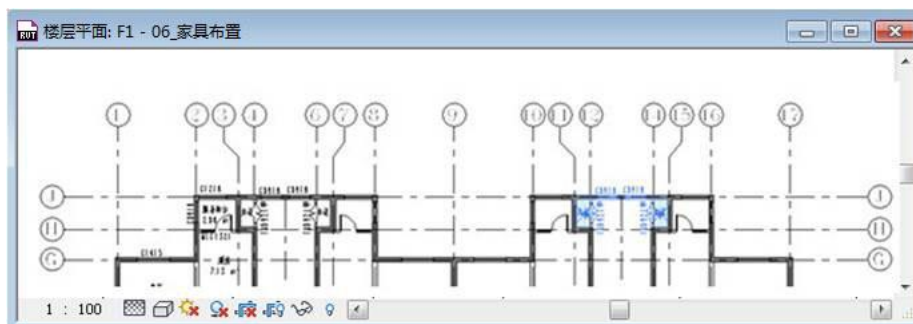

图 3-13
- 13) 选择刚刚创建的新墙体、门、窗及房间，单击“选择多个”选项卡>“修改”面板>“复制”工具，光标在 3 轴上单击作为复制的起点，水平向右移动至 11 轴单击完成新构件的复制（如图 3-13 所示）。